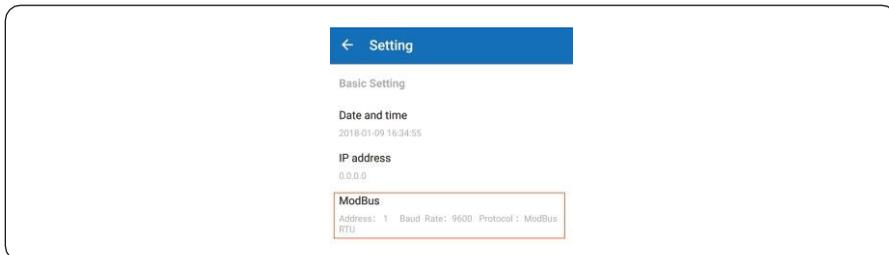

Figura 5.22 Comprobación de la dirección del Modbus
Paso 3 Haga clic en la dirección Modbus de la figura 5.22: la dirección por defecto es 1. Mantenga pulsado para revisar la dirección y guardarla. El inversor del mismo bus RS485 debe tener asignada una dirección única.